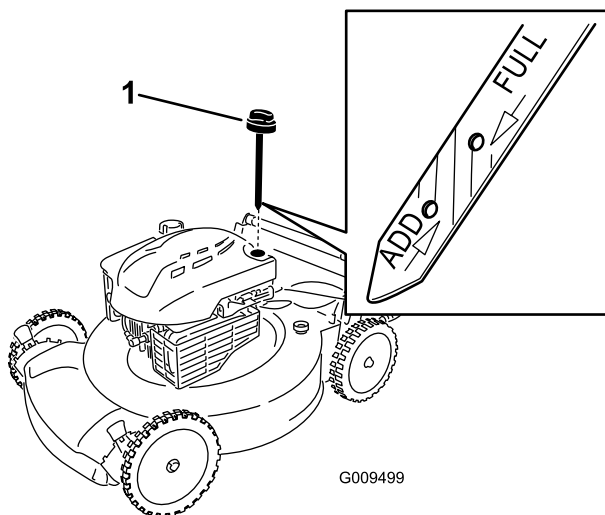

Figure 8
1. Retirez la jauge, essuyez-la sur un chiffon et remettez-la dans le tube de remplissage (Figure 8).
2. Sortez de nouveau la jauge et contrôlez le niveau d'huile (Figure 8). Si le niveau n'atteint pas le repère minimum (**Add**) sur la jauge, versez **lentement** suffisamment d'huile dans le tube de remplissage pour faire monter le niveau jusqu'au repère maximum (**Full**). **Ne remplissez pas excessivement.** (Remplissage max. : 0,59 l, type : huile détergente